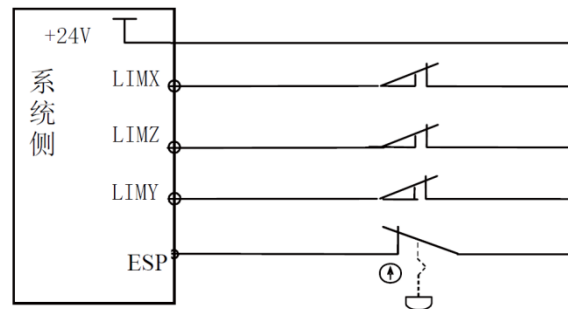

图 2-34B 急停、行程开关独立连接
②行程限位与急停独立连接，连接方式如下图 2-34B 所示：